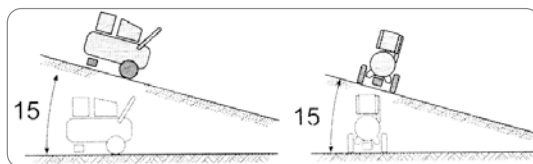

FIGURA 6.9
- **Compresores sobre ruedas:** A fin de evitar daños al compresor, utilícelo sobre una base nivelada o como es recomendado en un máximo de 15° (Figura 6.9). Si el compresor está siendo utilizado en un plano inclinado (máximo 15°) las ruedas deben ser calzadas, para evitar el deslizamiento indeseado.